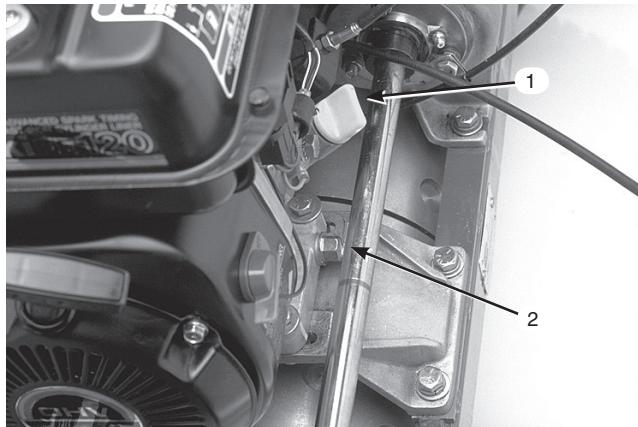

図28
- オイル・ゲージの周囲をきれいに拭く(図28)。
- 機体下にあるドレン・プラグ(図28)の下に廃油受けを置く。